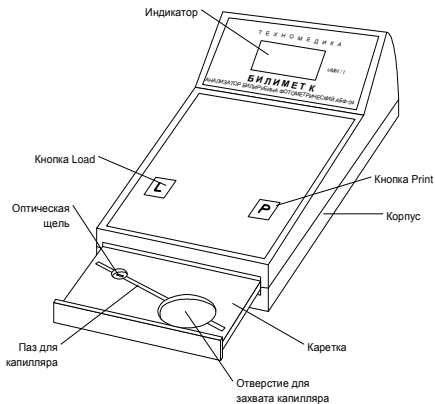

Рис. 1. Внешний вид прибора (с выдвинутой кареткой)
5.2. Прибор выполнен в виде настольного переносного блока (Рис. 1.). Во внешнем пластмассовом корпусе находится корпус оптического блока с кареткой. К корпусу оптического блока крепится плата измерений и плата с индикатором. К нижней части оптического блока крепится блок осветителей, состоящий из двух светодиодов, двух светофильтров и смесителя-рассеивателя. Каретка, перемещающаяся